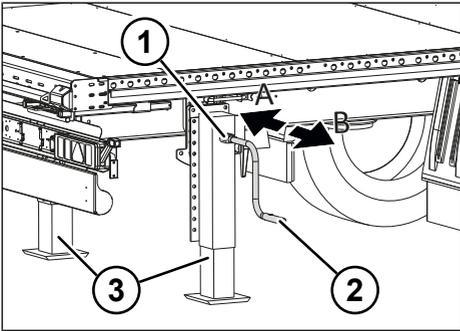

Abb. 5-9: Lastgang und Schnellgang der Heckstütze
- ▶ Schnellgang durch Herausziehen der Handkurbel einschalten (siehe "Abb. 5-9: Lastgang und Schnellgang der Heckstütze", S. 32).
- ▶ Lastgang durch Hineindrücken der Handkurbel einschalten (siehe "Abb. 5-9: Lastgang und Schnellgang der Heckstütze", S. 32).
- ▶ Lastgang durch Hineindrücken der Handkurbel einstellen (siehe "Abb. 5-9: Lastgang und Schnellgang der Heckstütze", S. 32).
- ▶ Schnellgang durch Herausziehen der Handkurbel einstellen (siehe "Abb. 5-9: Lastgang und Schnellgang der Heckstütze", S. 32).